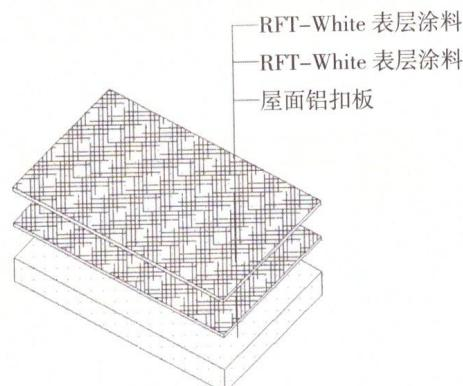

图4 铝板表面喷涂构造
2)铝板表面采用喷涂耐候涂层工艺(高弹耐候面层涂层施工两遍)，涂层厚度约0.32 mm，见图4。